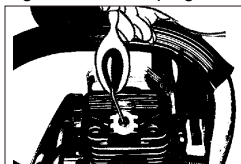

Fig. 19
5. Turnați o linguriță de ulei curat de motor în 2 timpi în camera de combustie. Trageți de cablul de pornire de mai multe ori pentru a acoperi componentele interne. Puneți bujia la loc. (Fig. 19)